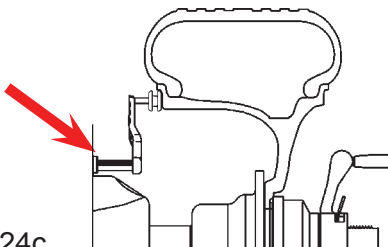

Figure 24c
- Déplacer le bras de jauge de distance pour toucher le bord intérieur de la roue où les masses doivent être positionnées et observer la lecture sur l'échelle de l'indicateur de distance (Voir la flèche, Fig. 24c). Appuyer sur le bouton (O) **Offset** puis sélectionner les touches +/- jusqu'à ce que la valeur s'affiche dans la fenêtre d'affichage.